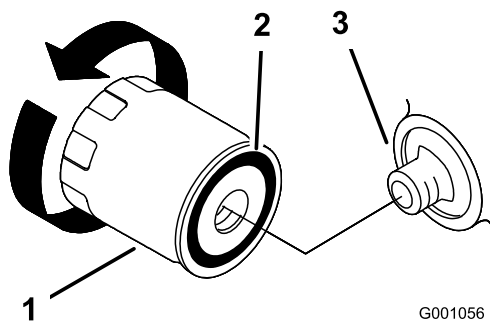

図 26
2. オイルフィルタを外し、フィルタのアダプタガスケットの表面をきれいに拭く (図 26)。
3. 新しいフィルタのガスケットにオイルを薄く塗る (図 26)。
4. アダプタにフィルタを取り付け、ガスケットがアダプタに当たるまでフィルタを右に回し、そこから更に 2/3~1 回転増し締めする (図 26)。